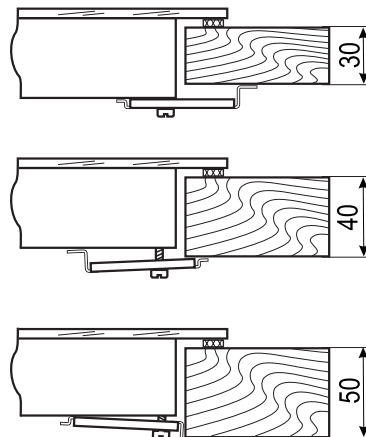

Рис. 6
4. Аккуратно вставить варочную панель в проем и в зависимости от толщины столешницы (рис. 6) закрепить панель при помощи 2-х кронштейнов.